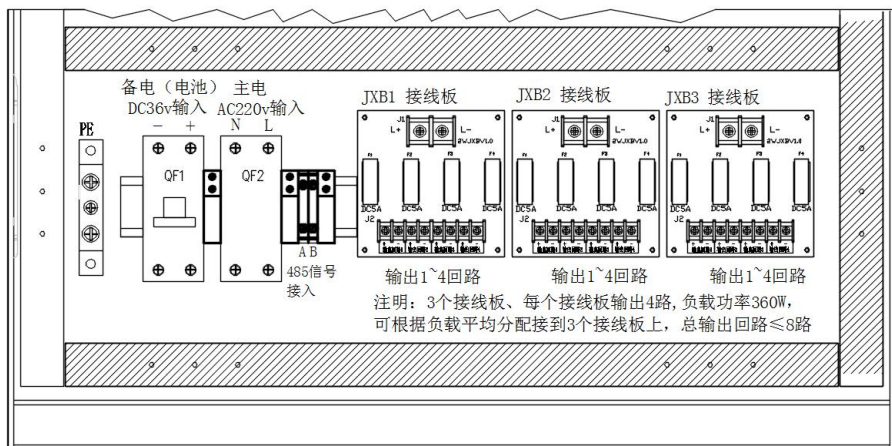

图2 应急照明集中电源底部接线示意图
- ✧ 接线说明，根据规范要求，机箱设计为下进下出线方式，外部接线如图 2：